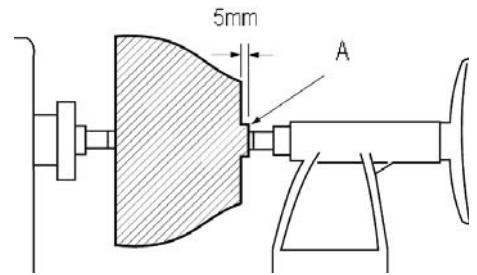

Рис. 13
- Обточіть невелику ділянку заготовки до діаметра отвору планшайби (А, рис. 13). Це допомагає центрувати заготовку при повторному затиску.